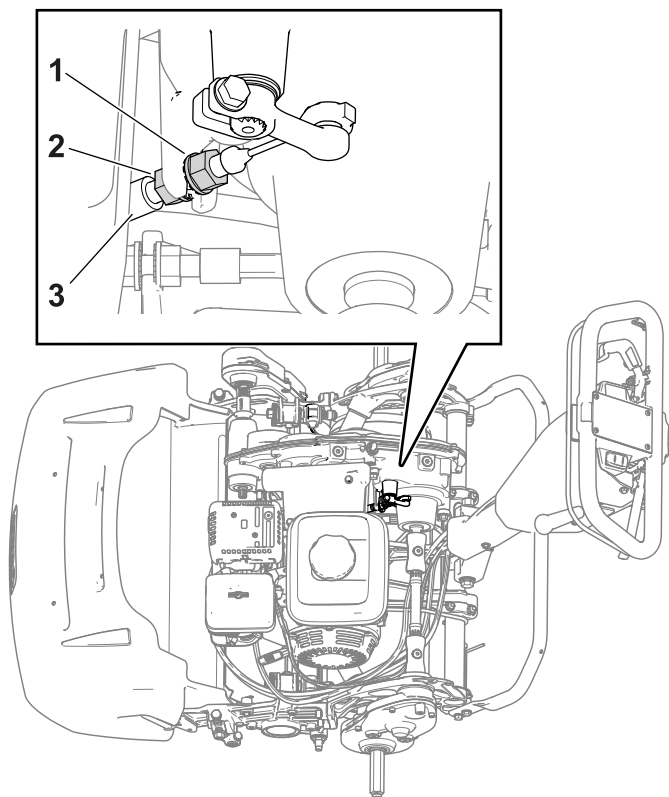

Рисунок 39
- Для увеличения натяжения троса отпустите переднюю контргайку троса и затяните заднюю контргайку (**Рисунок 39**). Повторите операцию 2 и при необходимости отрегулируйте натяжение.
- Для уменьшения натяжения троса отпустите заднюю контргайку троса и затяните переднюю контргайку (**Рисунок 39**). Повторите операцию 2 и при необходимости отрегулируйте натяжение.